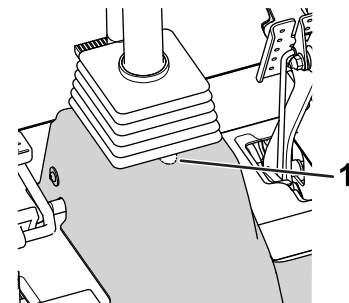

Bild 21
- Schneiden Sie eine U-förmige Kerbe in der Haube aus (Bild 21).